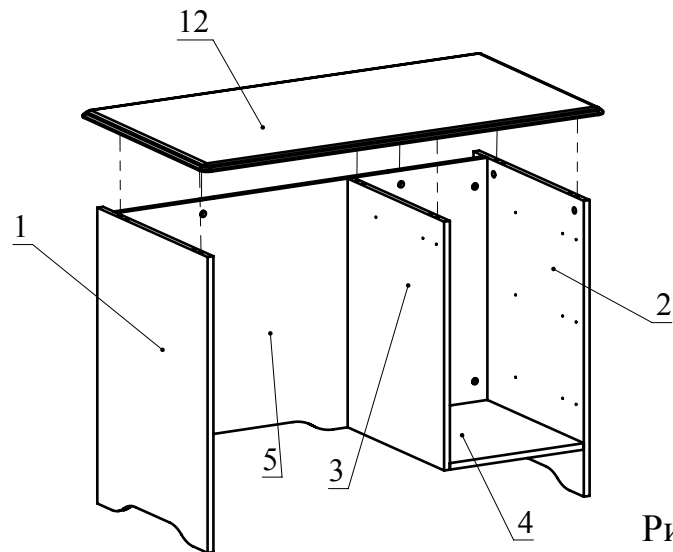

Рис.6
4. Соедините детали 12 и 1,2,3,5, затените головки минификс (Рис.6).